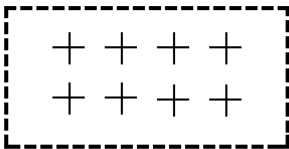

图 5-2 中心标记外观
- 与放置的点相关联，以提供自由空间中的中心标记外观，如图 5-2 所示。